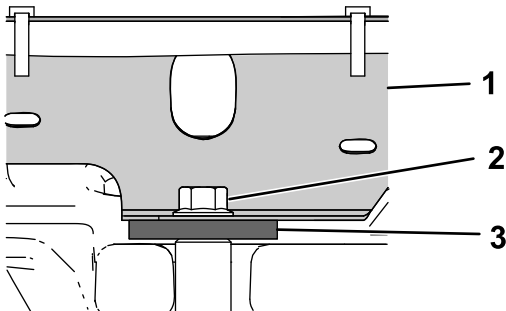

Figure 14
5. Fixez l'arrière des supports du siège à l'aide de 2 boulons ($\frac{3}{8} \times 1$ po), comme montré à la Figure 14.